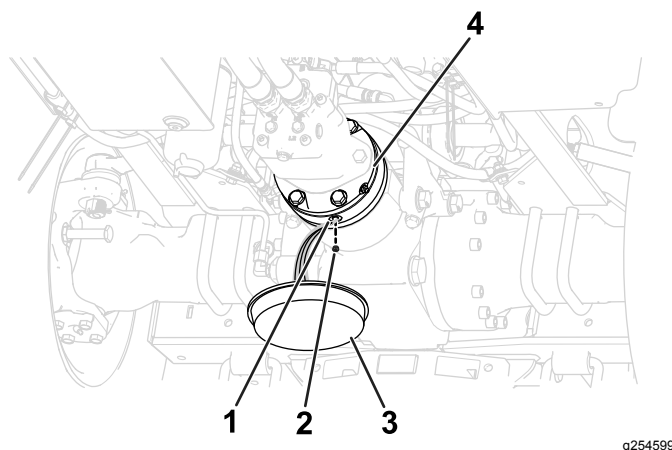

Рисунок 103
1. Поместите сливной поддон под гидравлический тормоз (Рисунок 103).
2. Снимите пробку сливного отверстия (Рисунок 103).
4. Заверните пробку в сливное отверстие (Рисунок 103).